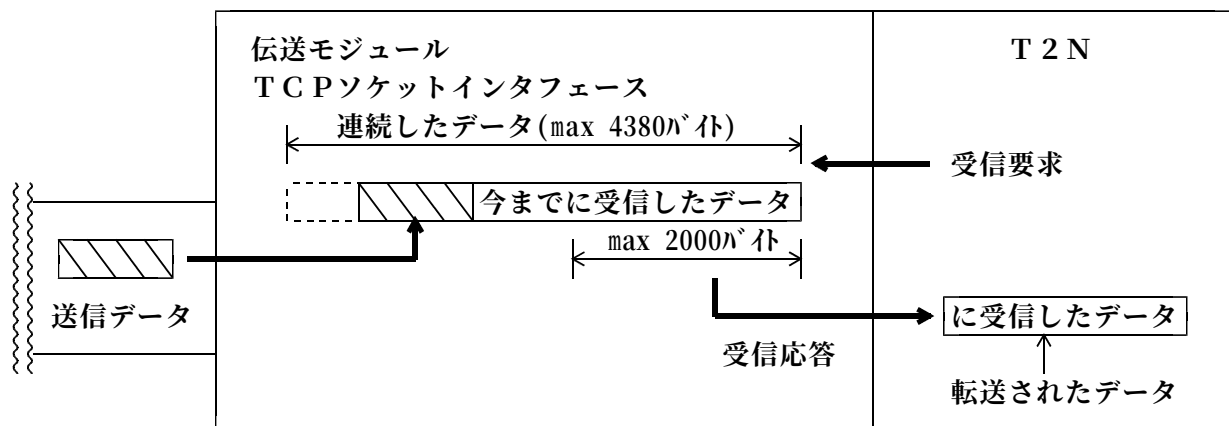

図6. 6 TCPソケットインタフェースでの送受信データの取扱い
f) T C Pソケットインタフェースを使う場合、送信データはコネクション確立時に両ソケットで取り決めたデータサイズに分割（フラグメント）されて送信されます。分割するデータサイズの上限は1 4 6 0バイトですが、これは伝送路上を流れるパケット（伝送路上を流れるデータの塊）の長さの制限によるものです（図6．8参照）。
例えば、伝送モジュールで可能な最大サイズの2 0 0 0バイト送信時には、図6．7のような現象が発生します。この場合の受信可能最大セグメントサイズは1 4 6 0バイトとします。